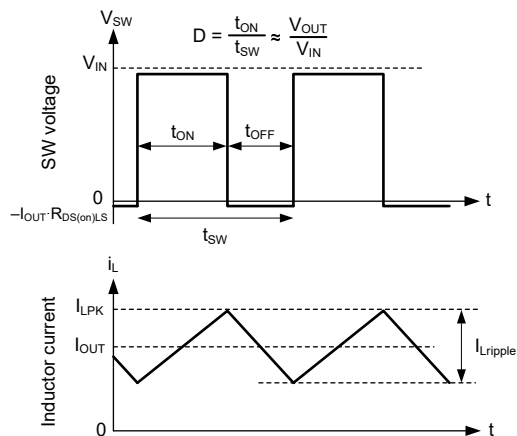

図 7-20. 連続モード (CCM) における SW 電圧とインダクタ電流の波形
以下に示すコンバータの動作説明は、機能ブロック図と図 7-20の波形を参照しています。CCM では、コンバータは内蔵ハイサイド (HS) およびローサイド (LS) NMOS スイッチをさまざまなデューティ サイクル (D) でオンにすることで、出力電圧のレギュレーションを実現します。HS スイッチのオン時間の間、SW ピンの電圧  $V_{SW}$  は  $V_{IN}$  の付近までスイングし、インダクタ電流  $i_L$  は線形的な傾きで増加します。HS スイッチは、制御ロジックによってオフにされます。HS スイッチのオフ時間 ( $t_{OFF}$ ) の間、LS スイッチはオンにされます。インダクタ電流は LS スイッチを通して放電され、LS スイッチの両端の電圧降下によって  $V_{SW}$  をグランドより低い電圧まで強制的にスイングさせます。一定の出力電圧を維持するため、制御ループはデューティ サイクルを調整します。D は、HS スイッチのオン時間をスイッチング周期で割った値として次のように定義されます。